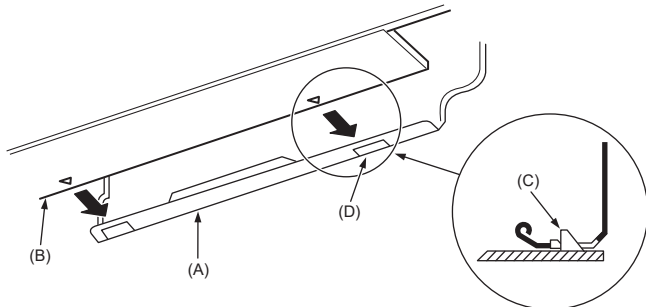

Fig. 3-15
3. För in kylmedelsrören och dräneringsslangen i väggens genomträngningshål (genomträngningshylsa) och häng samtidigt toppen av inomhusenheten på monteringspanelen (1).
5. Fäst genom att skjuta på den nedre delen av inomhusdelen på monteringspanelen (1). (Fig. 3-15)
- * Kontrollera att knapparna på botten av inomhusenheten är säkert fasthakade på monteringspanelen (1).
- (A) Monteringspanel (1)